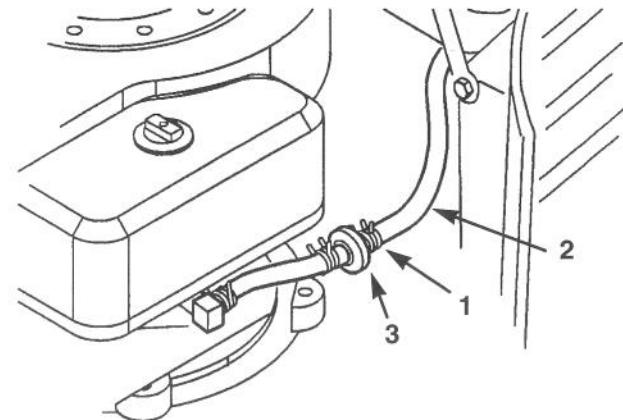

Bild 24
3. Die Enden der Schlauchklemme zusammendrücken und auf die Kraftstoffleitung in Richtung Kraftstofftank aufziehen (Bild 24).
4. Die Kraftstoffleitung vom Filter abziehen (Bild 24) und das Benzin in einen Benzinkanister oder eine Auffangwanne ablaufen lassen.
Der Kraftstofffilter (Bild 24) läßt sich am besten bei leerem Tank auswechseln. Nie verschmutzte Kraftstofffilter nach Entfernung von der Leitung montieren.
- Die Enden der Schlauchschellen zusammendrücken und vom Filter abschieben (Bild 24).